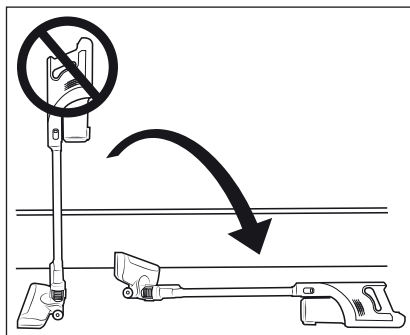

Fig. 9
- ▶ Orificiile de aspirare ale aparatului și ale periei pentru podea ②② și țeava de aspirație ②4 trebuie să fie în permanență libere și neblocați. Blocarea duce la supraîncălzirea și deteriorarea motorului.
- ▶ Înainte de a utiliza aparatul, asigurați-vă de fiecare dată că filtrul EPA ⑤ este montat.
- ▶ Nu încercați să așezați aspiratorul în poziție verticală atunci când, pentru un timp, doriți să îl opriți sau să îl lăsați din mână. Pentru aceasta, introduceți aspiratorul în suportul pentru perete ⑬ sau așezați-l pe podea (a se vedea fig. 9 și 10). În caz contrar, aspiratorul se poate răsturna din cauza centrului său de greutate ridicat, se poate deteriora și, în anumite situații, poate deteriora alte obiecte la răsturnarea sa.